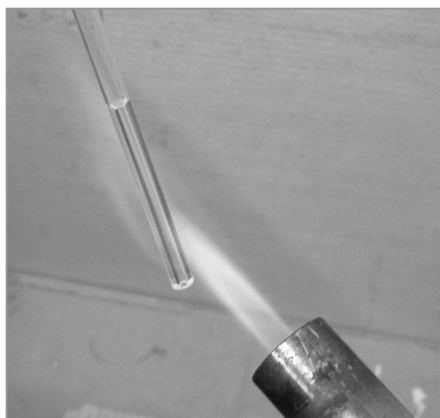

Fig. 6.3 小型バーナーで赤熱する
- (1) 石英熱分解管を Fig. 6.3 に示すように小型バーナーで赤熱させます。（空気を流通させながら行うと効果的です。）
- (2) 熱した石英熱分解管は、転がらない安全な場所で、冷却してください。
- (3) 石英熱分解管は高温状態でも、外見では殆ど分かりませんので、室温の場合、15 分以上冷却します。